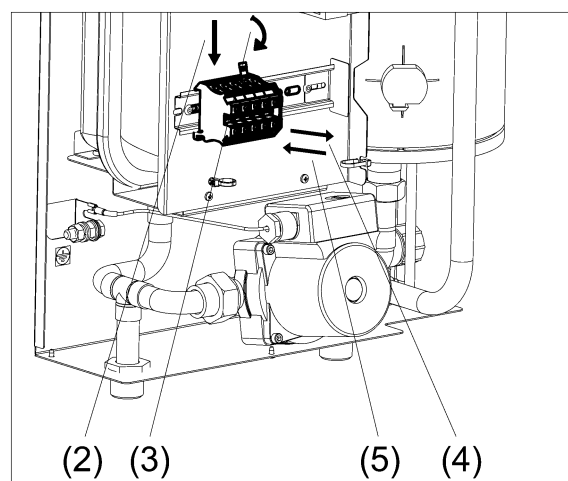

Рисунок 19. Замена винтовых клеммных колодок
- (1) Отсоедините все провода от колодки, которую требуется заменить (см. рис. 19);
- (2) Нажмите плоской отвёрткой на “язычок” колодки;
- (3) Чуть поверните колодку в сторону;
- (4) Снимите колодку с DIN-рейки;
- (5) Поставьте новую колодку на DIN-рейку взамен прежней;
- (6) Подсоедините к новой колодке отсоединённые провода.